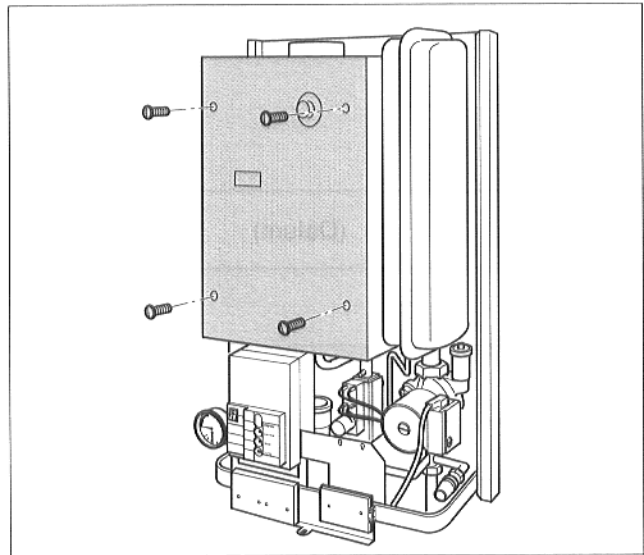

Abb. 27 Brennerabdeckung abnehmen
- Brennerabdeckung abnehmen (Abb. 27).